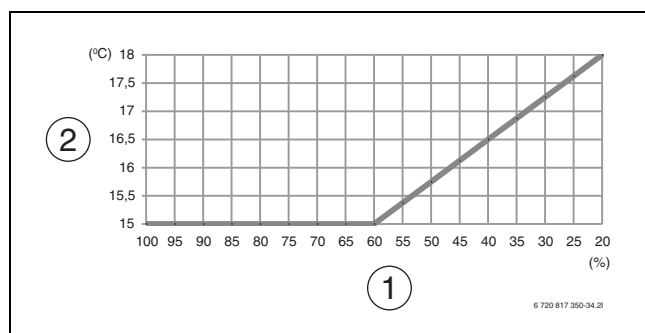

Bild 1 Lägsta temperatur på inkommande luft för kompressor drift
- ▶ Se diagrammet för inställning av lägsta temperatur i förhållande till fläkthastigheten (→ Bild 1).